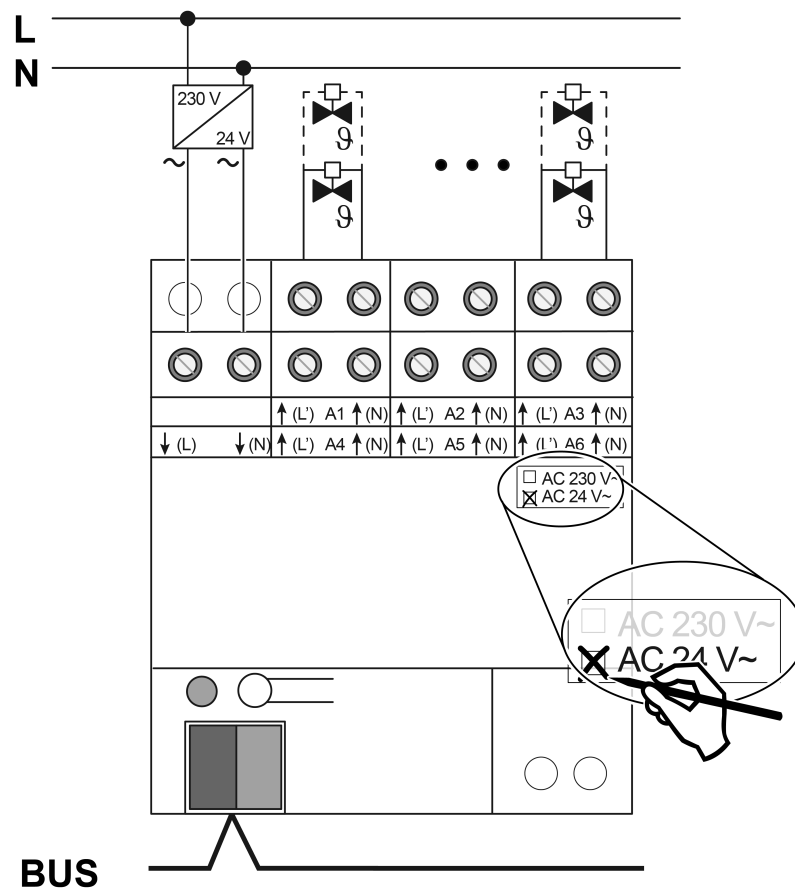

Bild 3: Anslutning ställmotorer 24 V
- Anslut ställmotorer typ AC 24 V enligt anslutningsschemat (se bild 3).
- Anslut försörjningen för ställmotorer till plint ↓(L) och ↓(N) (1).